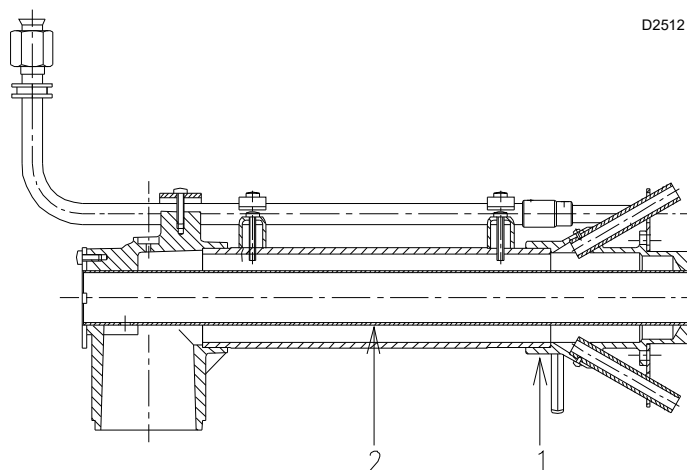

Fig. 1
- remplacer le groupe distributeur 1) et le tube central 2) par ceux qui sont fournis (Fig. 1).